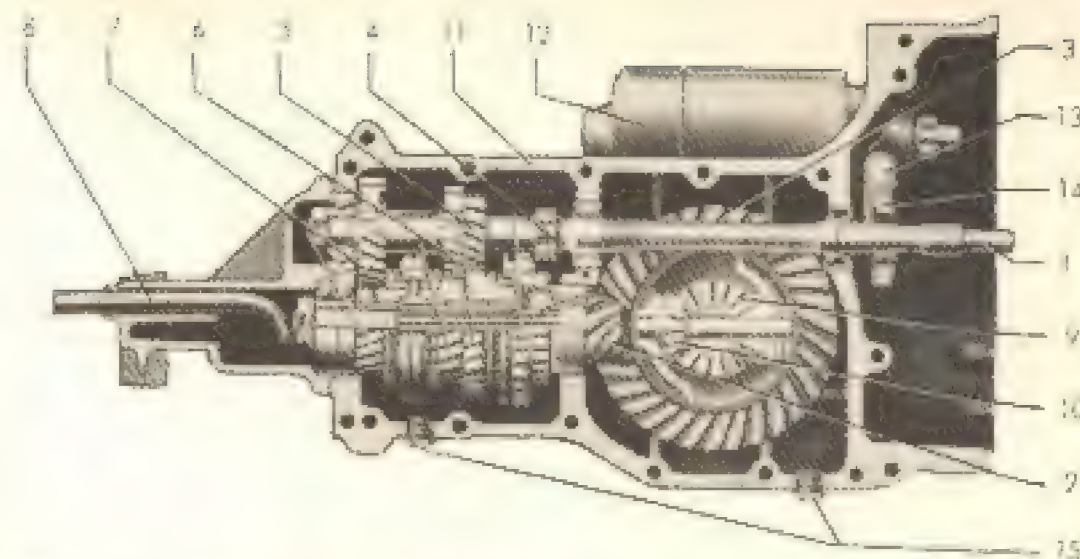
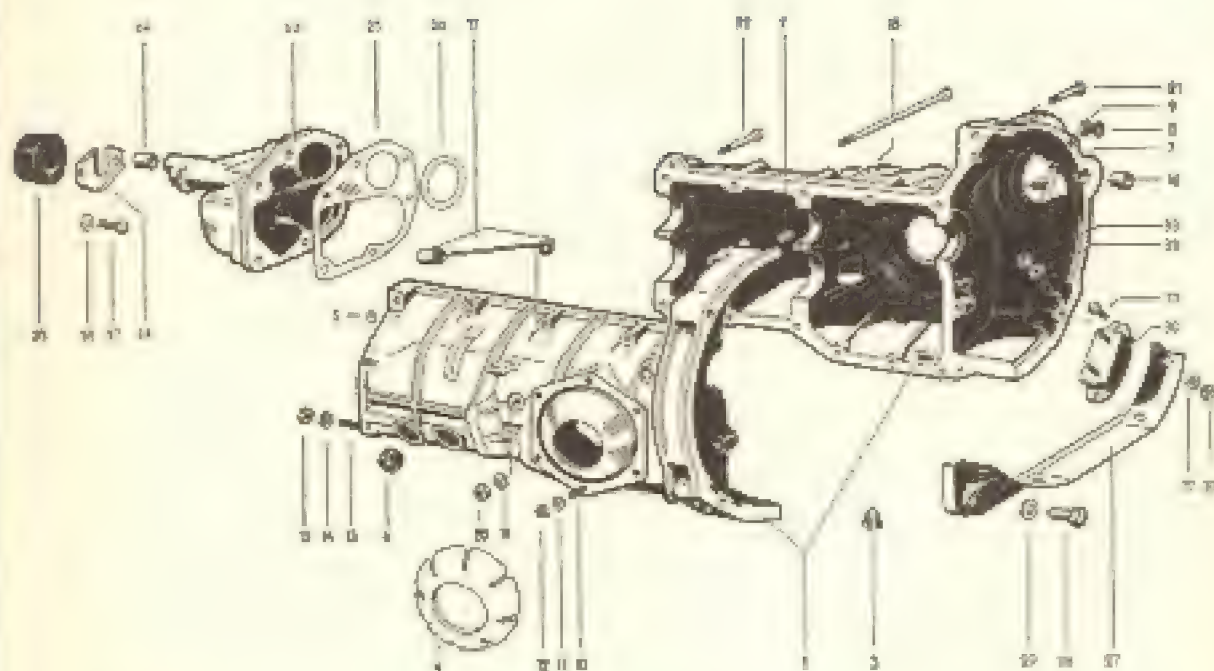

Fig. 1-J — Corte longitudinal da caixa de mudanças e diferencial
Fig. 6-J — Carcaça e peças externas da caixa de mudanças parcialmente sincronizada.
A caixa em si se compõe da árvore primária, com suas engrenagens, e a árvore secundária com engrenagens e sincronizadores, ambas apoiadas em rolamentos como se vê na fig. 1-J. As figs. 6 e 7-J mostram essas peças desmontadas. O pinhão do diferencial faz parte integrante da árvore secundária.
As semi-árvores são protegidas por dois tubos ("trombetas") e possuem ainda duas sanfonas de borracha para evitar o vazamento de óleo (4, fig. 1-M, pág. 178). Na extremidade da roda, a semi-árvore se apoia em um rolamento nos sedans e 2 nos utilitários, encerrados em uma pequena carcaça e bem protegidos contra o pó por vedadores e centralizados por buchas de metal macio.
A fig. 1-M (pág. 178) mostra essas peças destacadas.
— A fig. 1-M mostra a sequência das peças que devem ser retiradas: o retentor do rolamento (28), presa pelos parafusos (31) e o vedador (29). (V. pág. 178)
— Se o objetivo é a retirada do rolamento, então retira-se também o prato do freio e pode-se então retirar o espaçador externo (27), as juntas e arruelas (24, 25 e 26), nos sedans, (Fig. 1-M, pág. 178).